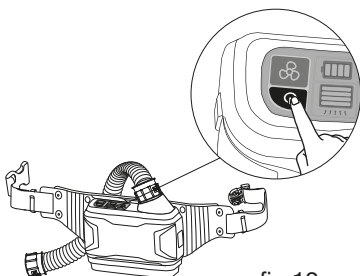

fig.12
- Mantenga presionado el botón ON/OFF durante 2 segundos para apagar la unidad del soplador (véase la fig.12).